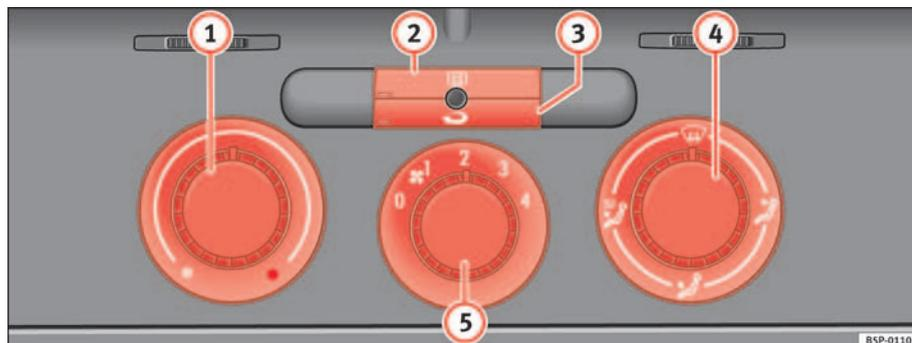

Fig. 121 Sulla plancia portastrumenti: i comandi del riscaldamento
- Le manopole ⇒ fig. 121 ① e ④ e la manopola ⑤ servono rispettivamente a impostare la temperatura desiderata, a indirizzare il flusso d'aria e a selezionare il livello di potenza della ventola.
- Per attivare o disattivare una funzione bisogna premere il tasto corrispondente ② o ③. Quando la funzione è attiva, la spia situata nell'angolo in basso a sinistra del tasto si illumina.